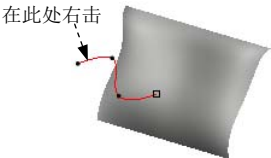
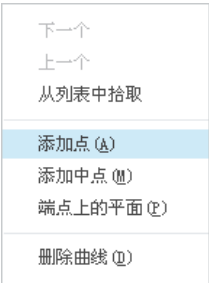

图 10.3.36 右击 ISDX 曲线
图 10.3.37 快捷菜单
- Step4. 在图 10.3.36 所示的曲线位置右击，此时系统弹出图 10.3.37 所示的快捷菜单。
- Step2. 在曲线上右击，在弹出的快捷菜单中选择 **删除曲线(D)** 命令，如图 10.3.37 所示。